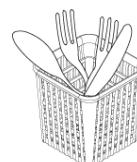

Abb. 24
- 3- Das Besteck ist senkrecht in den dafür bestimmten Behälter einzurichten. (Abb. 24)